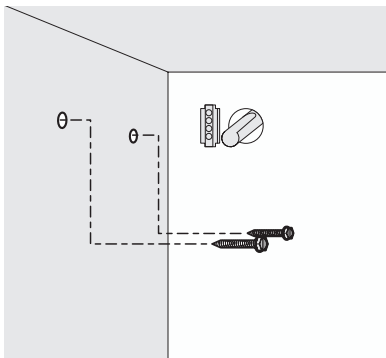

figure 8
12. Insérez les 2 vis de montage longues de la machine à glaçons dans la paroi du congélateur, à l'endroit où les caches ont été enlevés à l'étape 4. Tournez chaque vis de 5 tours dans le sens des aiguilles d'une montre (figure 8).